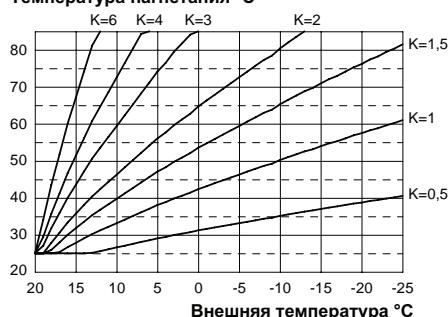
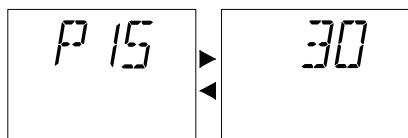

Рисунок 5.24
Рисунок 5.29
При подключении внешнего датчика с целью оптимизации температуры отопления данный параметр необходимо настроить с учетом производительности системы (Рисунок 5.24). Например, чтобы обеспечить в системе отопления температуру нагнетания, равную 60°C, когда внешняя температура равна -5°C, необходимо установить коэффициент K на 1,5 (пунктирная линия, см. Рисунок 5.24).
- Поворачивая регулятор (Рисунок 5.29), установите желаемое значение в диапазоне от минимального 30 (на ЖК-дисплее параметр Р15 будет загораться поочередно с 30) до максимального 255 в зависимости от кривой коэффициента К, выбранной на рисунке, расположенным выше (см. Рисунок 5.24).